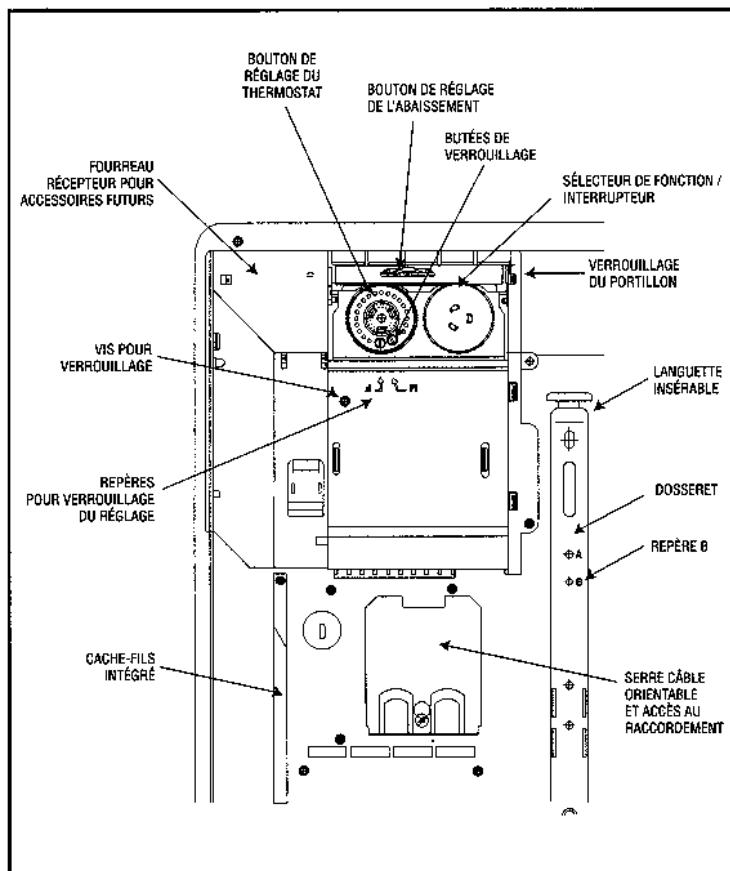

Figure 2
- 1- Libérer le dossier en pinçant et en tirant les deux languettes insérables au dos de l'appareil (Figure 2).
L'accès au boîtier de raccordement doit être effectué par la trappe de raccordement située à l'arrière de l'appareil (Figure 2).
Pour le verrouillage du portillon fixer la vis prévue à cet effet dans le coin supérieur du portillon (Figure 2).